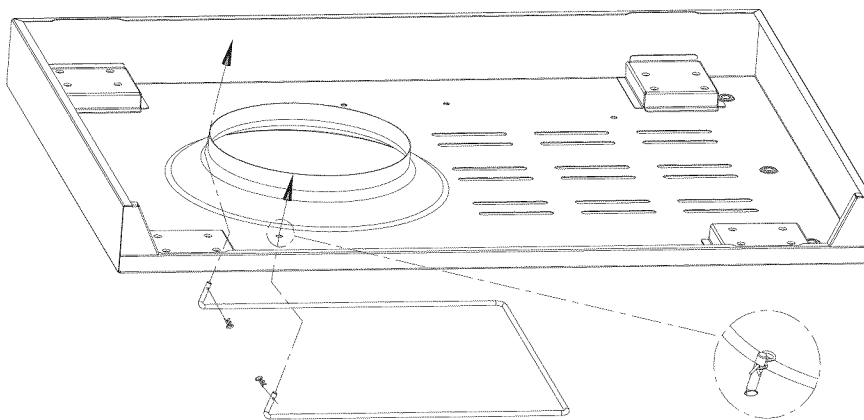

Fig. 1a
1. Sujete el soporte del tanque al estante inferior con dos (2) chavetas de retén, como se indica en la **Fig. 1a**.